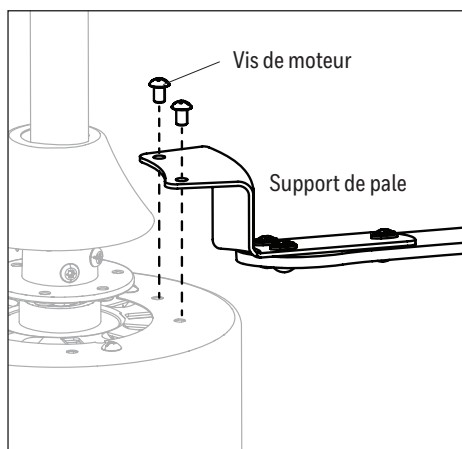

Figure 5.5
- Installez le support de pale sur la partie supérieure de moteur à l'aide des vis de moteur retirées précédemment (étape 3, page 16). Serrez le tout à l'aide d'un tournevis à tête cruciforme (non inclus). Faites de même pour chaque support de pale (Figure 5.5).